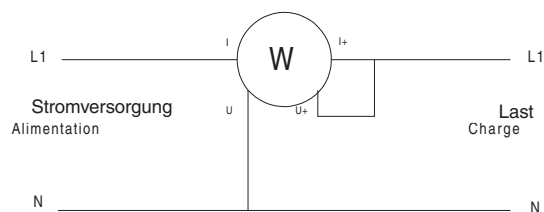
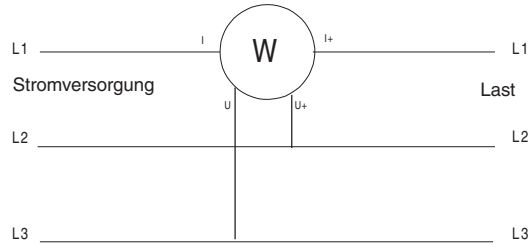

Abb. 4.4.1 Anschlusschema für einphasige Messung
Abb. 4.4.2 Anschlussschema für dreiphasige Messung im symmetrischen 3 Leitersystem (nur PX 120)
Verfahren Sie nach dem Anschlussschema aus Abb. 4.4.1 (einphasig) oder Abb. 4.4.2 (Dreiphasig ausgeglichen, T3FE nur PX 120) und stellen Sie wenn möglich für den entsprechenden Fall sicher, dass dabei die maximal zulässigen Grenzwerte nicht überschritten werden (siehe Tabelle unten).
3. Verfahren Sie nach dem Anschlussschema aus Abb. 4.4.1 (einphasig) oder Abb. 4.4.2 (Dreiphasig ausgeglichen, T3FE nur PX 120) und stellen Sie wenn möglich für den entsprechenden Fall sicher, dass dabei die maximal zulässigen Grenzwerte nicht überschritten werden (siehe Tabelle unten).
3. Verfahren Sie nach dem Anschlussschema aus Abb. 4.4.1 oder Abb. 4.4.2 (T3FE nur bei PX 120) und stellen Sie wenn möglich für den entsprechenden Fall sicher, dass dabei die maximal zulässigen Grenzwerte nicht überschritten werden (siehe Tabelle unten). Die Umschaltung des Messbereichs erfolgt automatisch.